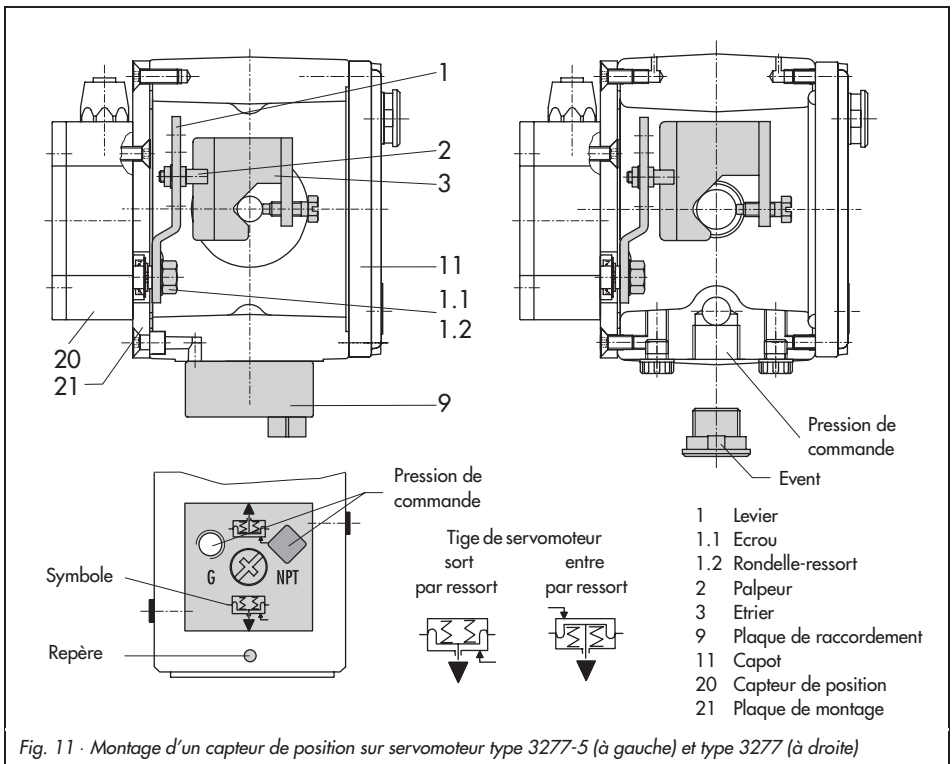

Fig. 11 · Montage d'un capteur de position sur servomoteur type 3277-5 (à gauche) et type 3277 (à droite)
La pression de commande du positionneur est transmise à la chambre du servomoteur par le raccord de la plaque de raccordement (Rep. 9, fig. 11, à gauche).
- ▶ Vérifier la présence du joint plat dans le logement de la plaque (9).
- ▶ Positionner la plaque (9) de telle sorte que les symboles "Tige sort" ou "Tige entre" se trouvent en face du repère (fig. 11, en bas).
- ▶ La plaque de raccordement (9) possède des orifices NPT et G. Obturer l'orifice non utilisé avec un joint en caoutchouc et un bouchon 4 pans.
| Montage direct   | Pièces de montage sur servomoteurs de 120 cm 2 , voir fig. 11 à gauche  |                          | 1400-7472              |
| Montage direct   | Pièces de montage sur servomoteurs de 240, 350 et 700 cm 2 ,voir fig. 11 à droite   |                          | 1400-7471              |